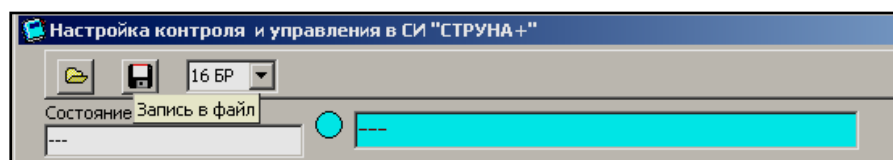
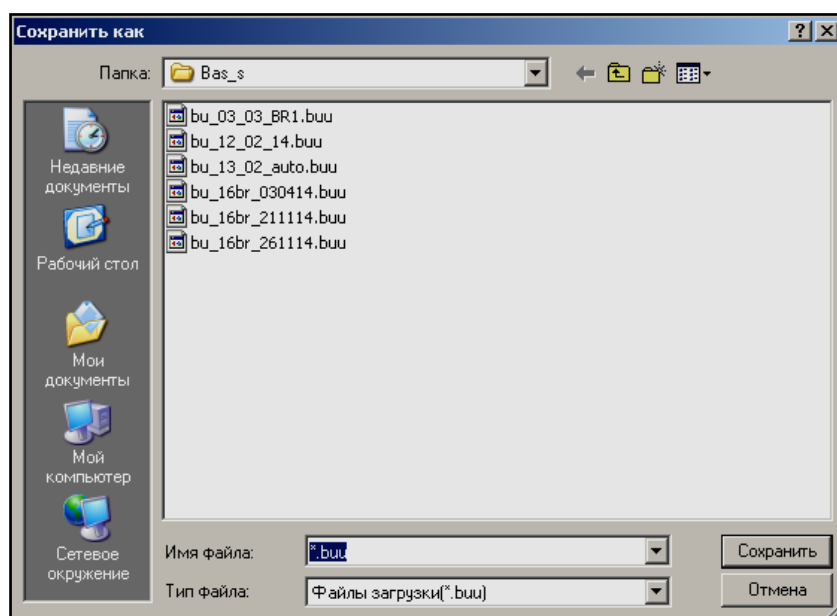

Рисунок 4.20
Рисунок 4.21
4.10.1 Нажать на кнопку «Запись в файл» (рисунок 4.20). В результате на экране появится форма «Сохранить как» (рисунок 4.21).